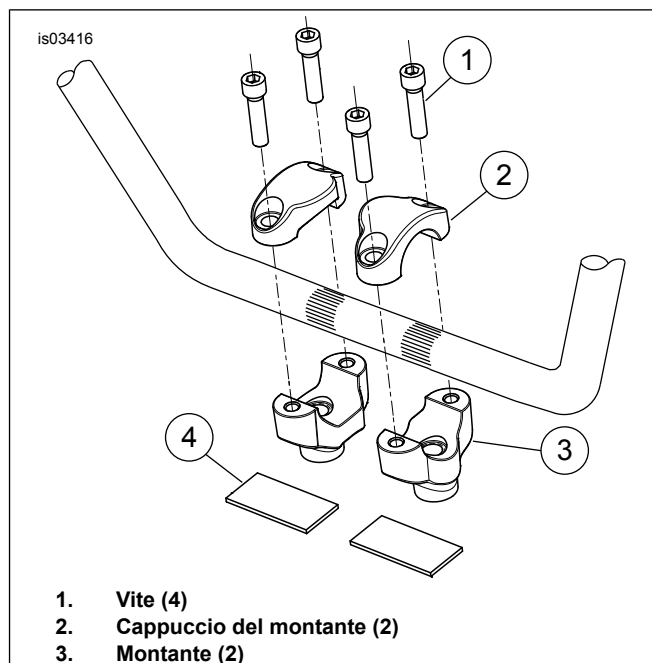

Figura 3. Orientamento del montante – FLSTF
- b. Vedere Figura 3. Installare in modo lasco i nuovi montanti (N° kit 56789-05), orientati come mostrato, sulla piastra superiore dello sterzo usando le viti, le rondelle e le rondelle di sicurezza di serie. Installare il cavo di massa e la rondella di sicurezza, a denti interni sulla vite destra del montante.
- d. Installare i due cappucci del montante (2) sui montanti sopra il manubrio usando le quattro viti (1) incluse nel kit.